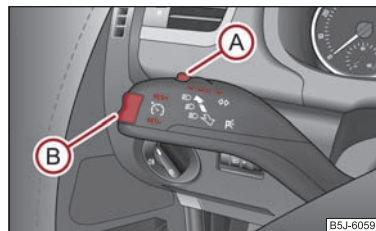

Fig. 98 Manette de commande: Interrupteur et contacteur du régulateur de vitesse
- Poussez le contacteur **(A)** ⇒ fig. 98 pour le mettre sur **ON**.
- Vous pouvez **augmenter** la vitesse mémorisée sans actionner la pédale d'accélérateur en appuyant sur l'interrupteur **(B)** ⇒ page 96, fig. 98 pour le mettre sur la position **RES+**.
La **reprise** de la vitesse mémorisée a lieu en relâchant la pédale de frein ou la pédale d'embrayage, sur les véhicules avec boîte de vitesses automatique, uniquement en relâchant la pédale de frein et en appuyant brièvement sur l'interrupteur **(B)** ⇒ page 96, fig. 98 dans la position **RES+**.
- Poussez le contacteur **(A)** ⇒ page 96, fig. 98 vers la droite sur la position **OFF**. ■